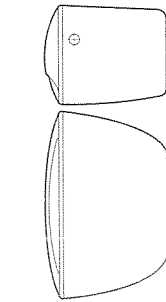

Рис.6
- бачок смывной с верхним пуском с боковой подводкой низкий (рис. 6).